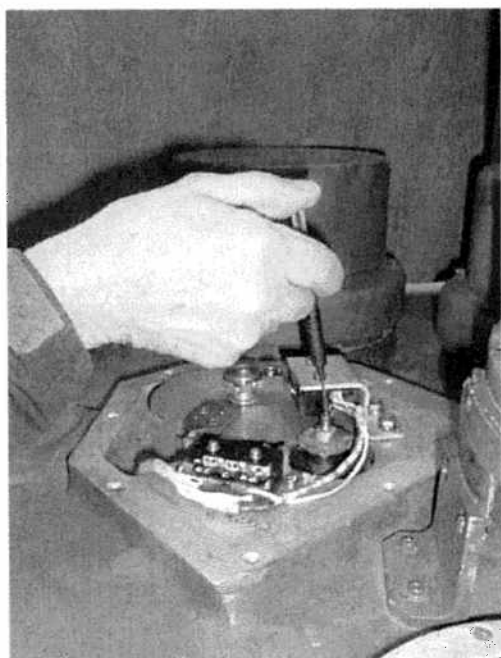

Bild 13.
- Ta bort täckplattan bilaga 1 pos 5.
- Tappa ur oljan i snäckväxeln och återfyll med olja ME257. Se bilaga 1 pos 9.
- Ta bort kåpan över 2^o-kammen bilaga 1 pos 6. Smörj PAR-differentialens övre nållager. Tryck in molykotfett 119 i hålet under X-drevet med injektionsspruta. Se bild 13.